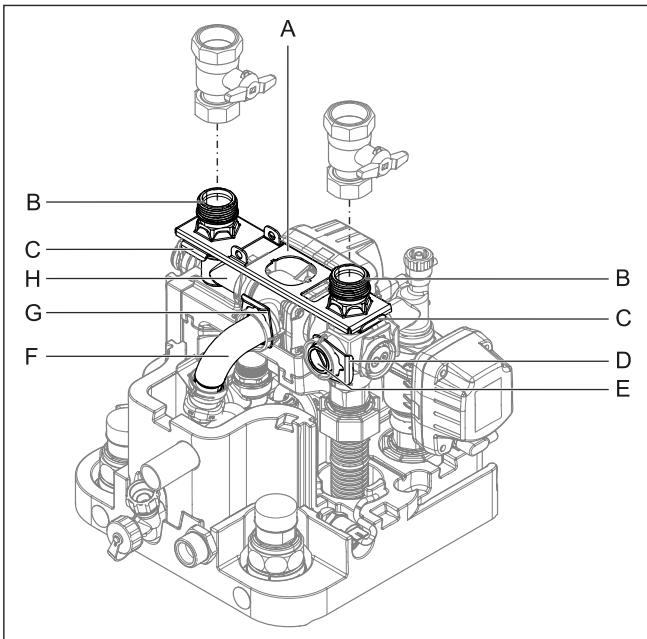
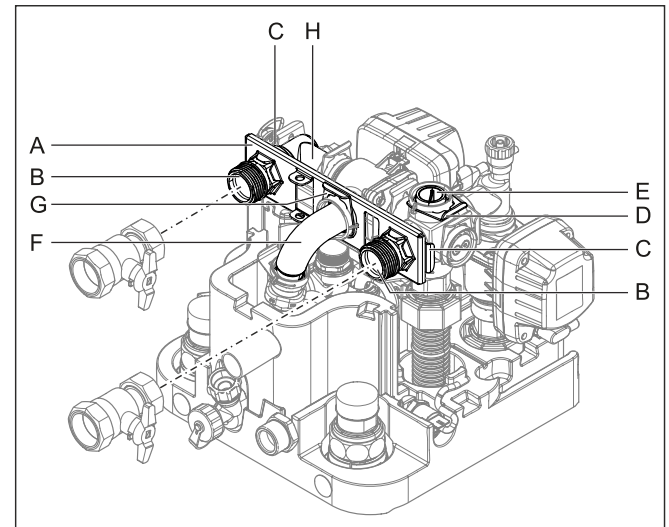

Fig. 3-18 Raccords du départ et du retour de chauffage orientés vers le haut
Fig. 3-20 Raccords du départ et du retour de chauffage orientés vers l'arrière
- 2 Ôter les deux étriers enfichables des raccords (Fig. 3-18, pos. C).
- 3 Ôter les deux raccords (Fig. 3-18, pos. B).
- 4 Retirer la plaque de retenue (Fig. 3-18, pos. A).
- 5 Ôter l'étrier enfichable du bouchon de fermeture (Fig. 3-18, pos. D).
- 6 Extraire le bouchon de fermeture (Fig. 3-18, pos. E).
- 7 Tourner la pièce angulaire (Fig. 3-18, pos. H) de 90° vers l'arrière.
- 8 Ôter l'étrier enfichable du collecteur (Fig. 3-18, pos. G).
- 9 Tirer avec précaution sur le collecteur (Fig. 3-18, pos. F) vers l'arrière pour le sortir de son logement horizontal, jusqu'à ce que la plaque de retenue (Fig. 3-20, pos. A) puisse être introduite dans l'interval et à la verticale.
- 10 Pousser la plaque de retenue entre le collecteur et son logement horizontal, puis introduire le collecteur (Fig. 3-20, pos. F) à travers le trou central de la plaque de retenue pour le remettre dans son logement.
- 11 Fixer de nouveau le collecteur avec l'étrier enfichable (Fig. 3-20, pos. G) dans son logement.
- 12 Introduire les deux raccords (Fig. 3-20, pos. B) à travers la plaque de retenue dans les logements enfichables.
- 13 Fixer les deux raccords avec leurs étriers enfichables (Fig. 3-20, pos. C) dans leurs logements.
- 14 Introduire le bouchon de fermeture (Fig. 3-20, pos. E) dans le logement supérieur.
- 15 Bloquer le bouchon de fermeture avec l'étrier enfichable (Fig. 3-20, pos. D).